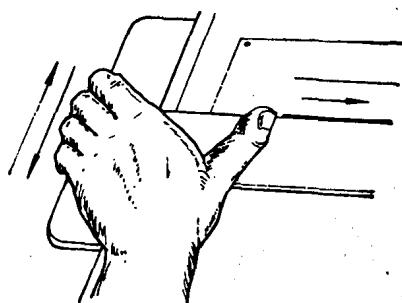

图2-2 丁字尺的移动
2. 丁字尺 丁字尺是绘制水平线用的（图2-2）。在建筑图中，有大量的粗细水